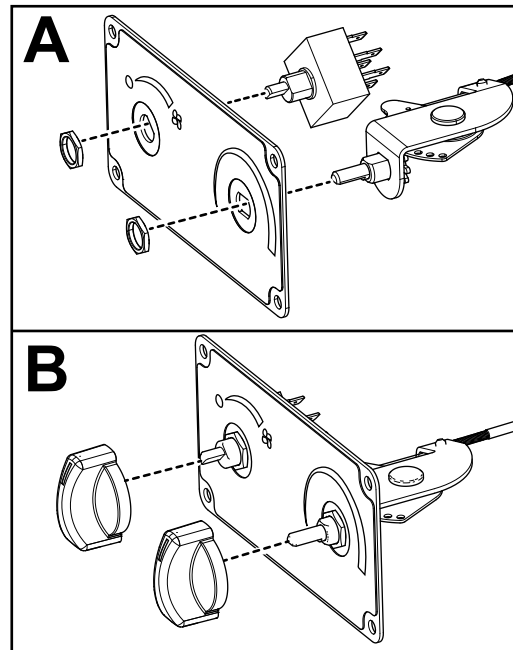

図 5
4. 図 5 のAのように、制御パネルにスイッチを2つ取り付けるスイッチナット 7/16" 2個を使用する。
5. それぞれのスイッチにノブを取り付ける 図 5 のB